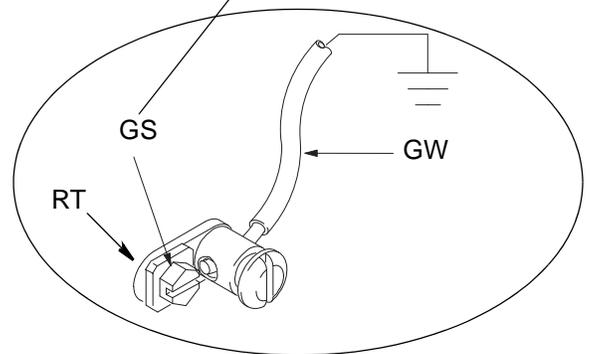

图 2
泵接地：拆下泵底座背后的接地螺丝 (GS)，将其插入，穿过接地线 (GW) 端头处环端子 (RT) 的孔眼。将接地螺丝 (GS) 固定回泵上并拧紧。将接地导线的另一端连接到真正的大地接地点上。参见 图 2。